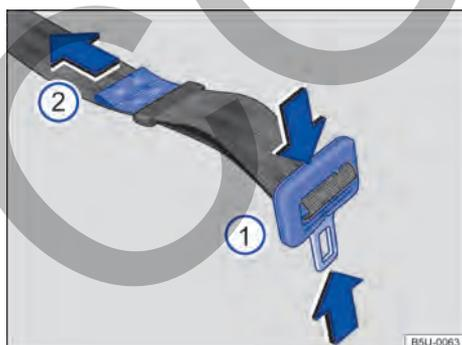

Fig. 31 Ajustar la banda del cinturón de seguridad subabdominal.
- Presionar la pestaña de encastre en el sentido de las flechas → fig. 31 ① y extender totalmente el cinturón de seguridad.
- Apretar la pestaña de encastre contra el cierre del cinturón y tirar del extremo → fig. 31 ② en el sentido de la flecha, hasta alcanzar una holgura máxima de 5 cm (3 dedos) en la zona pélvica.